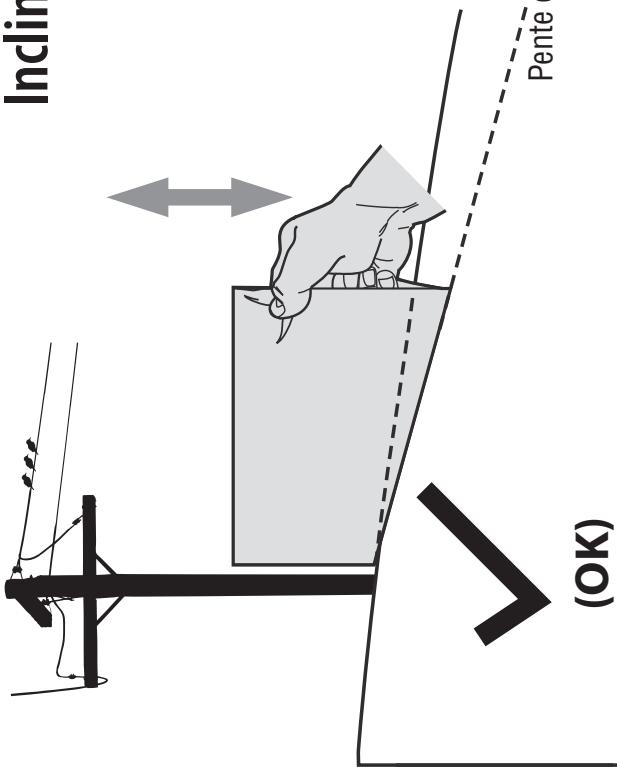
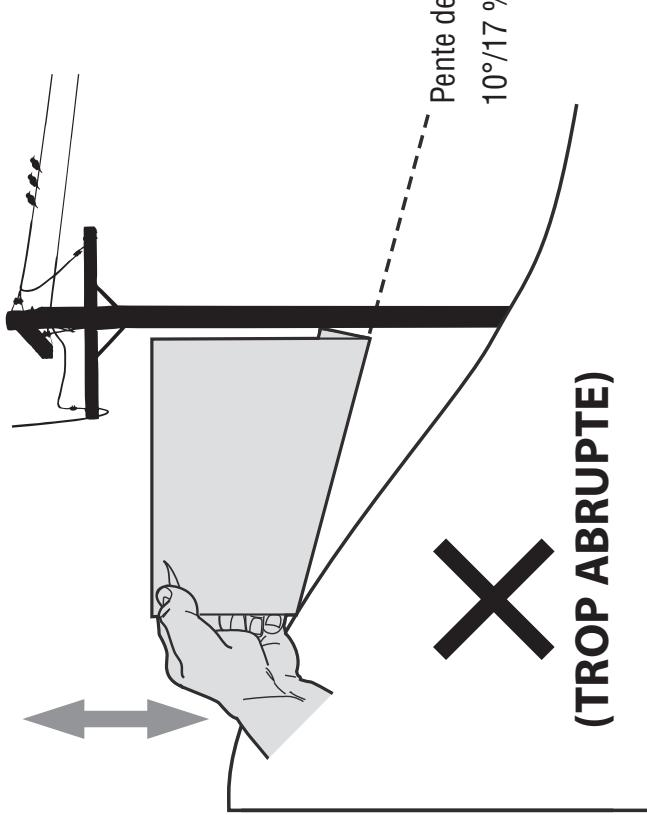

Figure 1
Figure 2
3. Alignez l'un des côtés de l'inclinomètre avec l'objet (consultez la Figure 1 et la Figure 2).
4. Ajustez l'inclinomètre vers le haut ou vers le bas jusqu'à ce que le coin gauche touche la pente (consultez la Figure 1 et la Figure 2).
5. Si l'y a un écart en dessous de l'inclinomètre, la pente est trop raide pour un fonctionnement en toute sécurité (consultez la Figure 2 ci-dessus).